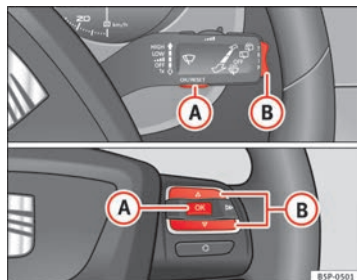

Fig. 43 Commandes à bascule A et B. Commandes au volant.
Sur l'indicateur multifonction (MFA), actionnez le bouton rotatif ⇒ fig. 43 (B) du levier d'essuie-glace pour faire défiler les indications suivantes :